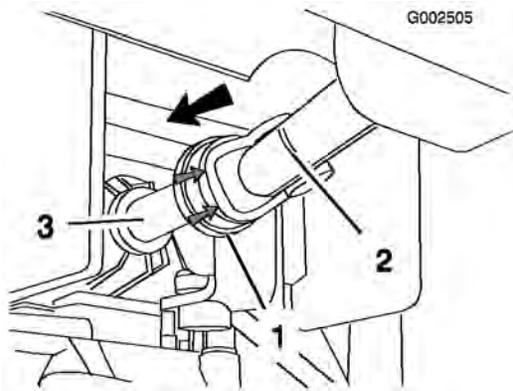

Figure 20
- Tirez la gaine en caoutchouc en arrière à l'avant de l'arbre d'entraînement de PDF (Figure 20).
- Posez l'arbre d'entraînement sur l'arbre de sortie de PDF (Figure 20).